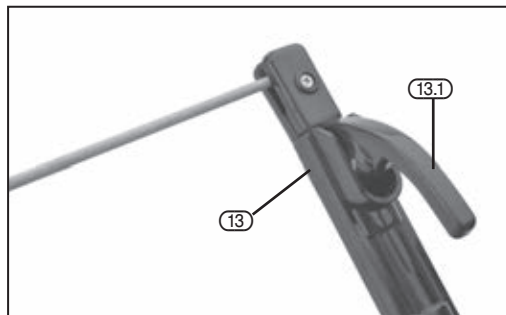

FIG. 10
8.5 MMA/ARC MACHINE OPERATION - FIG. 10